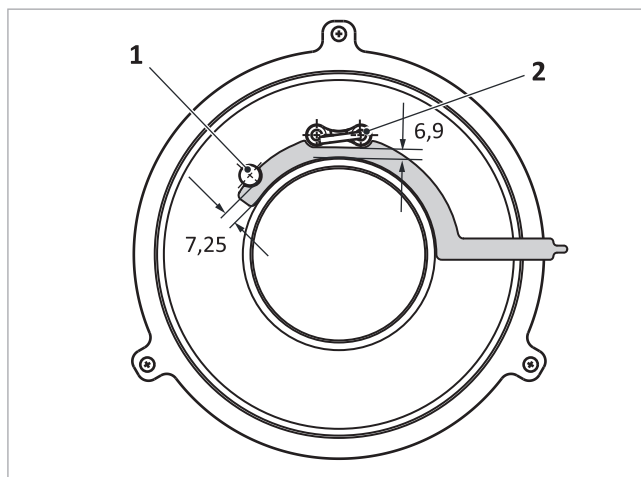

Fig. 49: Distanze degli elettrodi di accensione e di ionizzazione dal vello del bruciatore
- Elettrodo di ionizzazione → Fig. 49 (1): 7,25 mm
- Elettrodo di accensione → Fig. 49 (2): 6,9 mm